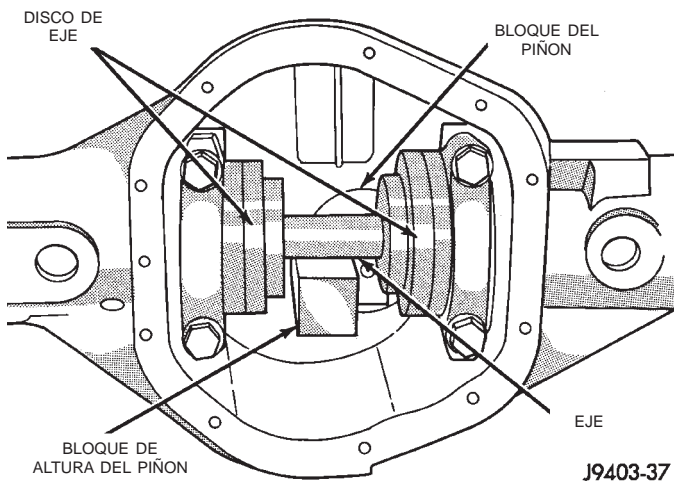

Fig. 58 Herramientas de calibración en el interior del cárter—características
(4) Coloque el disco de eje 6732 en el eje D-115-3 y emplácelos en los armazones del cojinete (Fig. 58). Instale las tapas del cojinete del diferencial en los